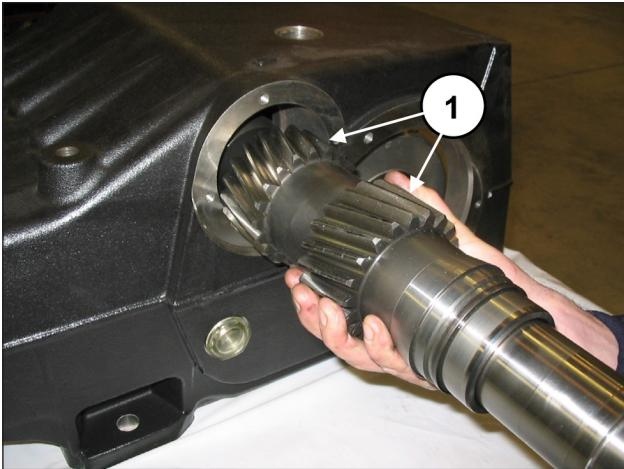

Fig. 55
Insira o eixo PTO pré-montado dentro do cárter (pos. ①, Fig. 55) inserindo-o do lado oposto em que foram pré-montados o anel externo do rolamento e a bússola de lubrificação dos rolamentos.
A inserção do eixo PTO no cárter deve ser efetuada, de modo que os dentes fiquem voltados conforme na Fig. 55.